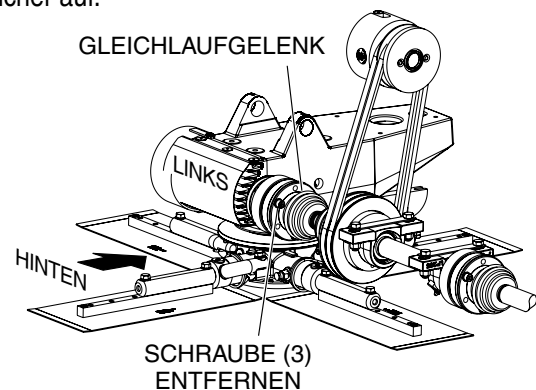

Abbildung 24. Abnehmen des Gleichlaufgelenks
2. Verwenden Sie einen 1/4"-Inbusschlüssel - beginnend am linken Getriebe - und entfernen Sie die 3 Schrauben und Sicherungsscheiben, mit denen das Gleichlaufgelenk (Abbildung 24) am linken Getriebe befestigt ist. Bewahren Sie das Montagematerial für die spätere Verwendung sicher auf.